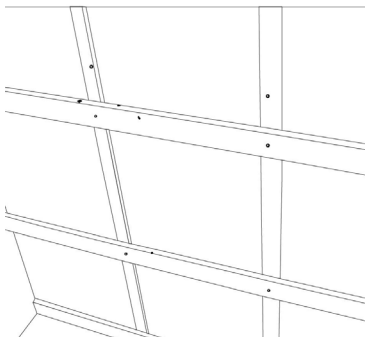

Figure 1
1. Pour installation sur mur avec fourrures (Figure 1).